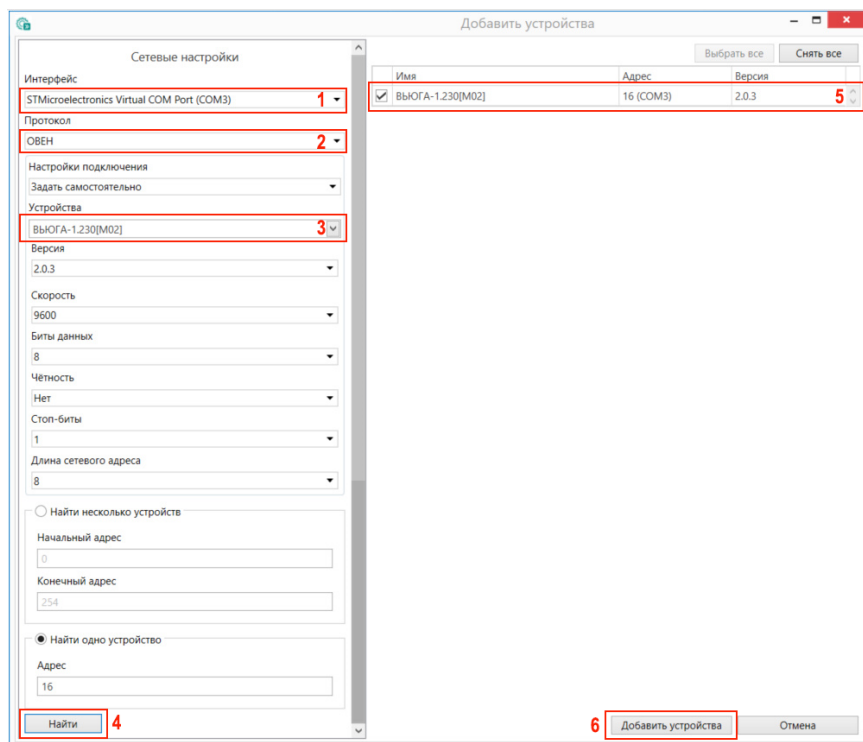

Рисунок 13.1 – Настройки связи с устройством
6. Выбрать интерфейс «PR200» или «STMicroelectronics Virtual COM Port» (см. рисунок 13.1, 1). Номер COM порта, присвоенный прибору можно узнать в Диспетчере устройств Windows.
7. Выбрать протокол **ОВЕН** (см. рисунок 13.1, 2).
8. Воспользоваться автоматическим поиском устройства либо выбрать его самостоятельно из перечня (рисунок 13.1, 3). Модификация прибора указана на боковой стороне прибора.
9. Выбрать «Найти одно устройство». Запустить поиск нажатием на кнопку «Найти» (см. рисунок 13.1, 4).
10. Выделить найденное устройство (см. рисунок 13.1, 5).
11. Добавить устройство в проект Конфигуратора по нажатию кнопки «Добавить устройства» (см. рисунок 13.1, 6).
1. Нажать на кнопку  **Обновить устройство** в контекстном меню выбранного устройства или в главном меню. Откроется диалоговое окно для смены встроенного ПО устройства. Допускается обновление одного или нескольких устройств. Устройства следует выделить в области устройств (см. рисунок 13.1, 5) и выбрать **Обновить устройство** в контекстном меню или главном меню.